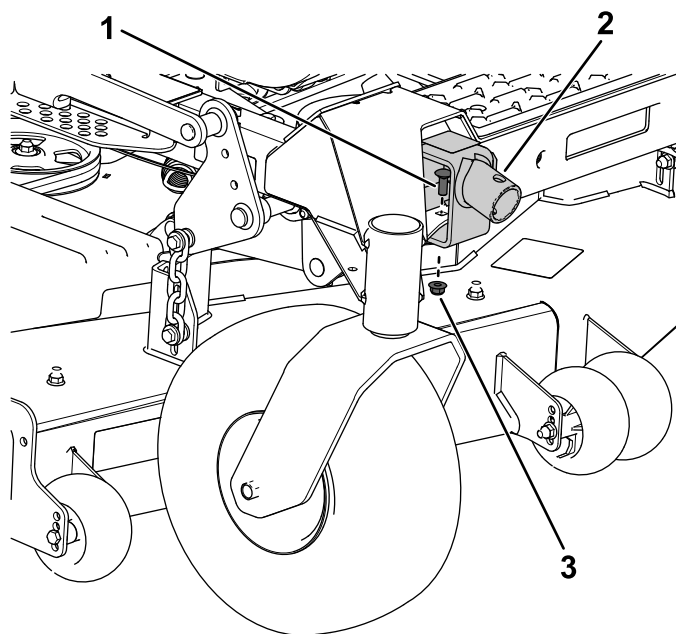

Figura 1
Se avete installato il kit del sistema di raccolta dovete montare il supporto del martinetto sul lato destro del telaio (Figura 1).
1. Allineate i fori nel supporto del martinetto ai fori nella parte anteriore del telaio (Figura 1).
2. Fissate il supporto del martinetto sul lato anteriore e sotto al telaio con 2 bulloni a testa tonda ($\frac{3}{8}$ " x 1") e 2 dadi di bloccaggio ($\frac{3}{8}$ ") come mostrato nella Figura 1.